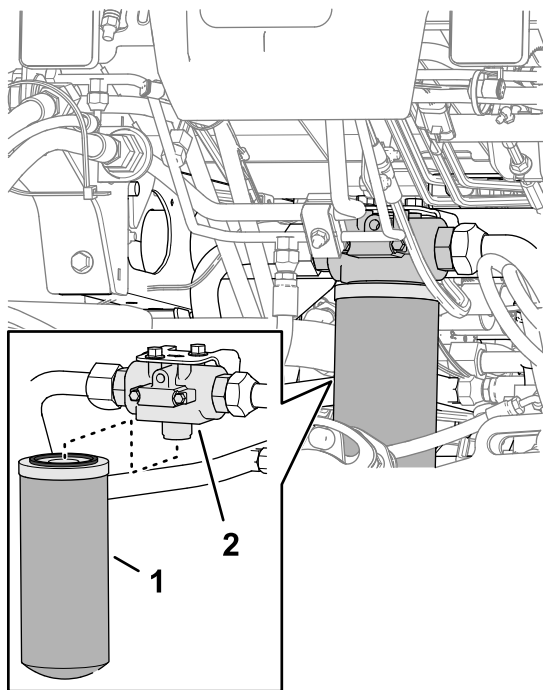

Figura 102
2. Na frente da máquina, alinhe um recipiente de drenagem debaixo do filtro de retorno (Figura 102).